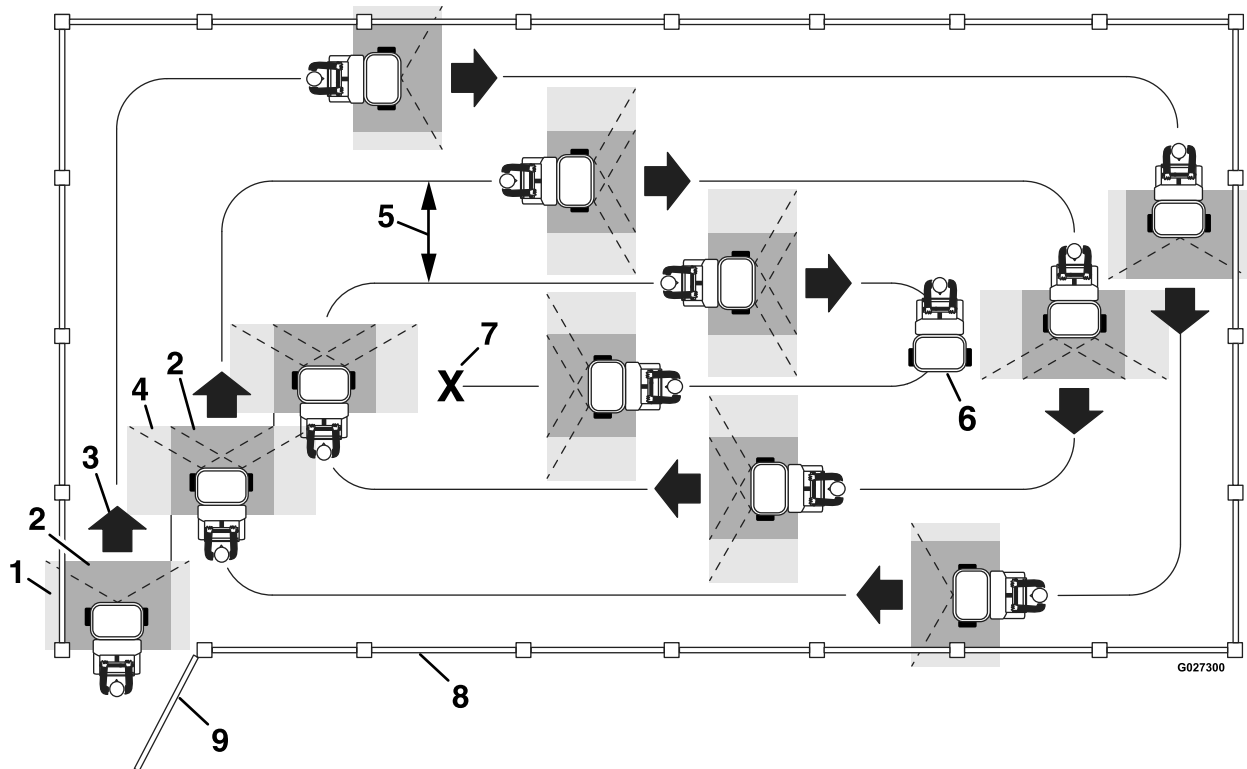

Figure 47
- N'empiétez pas sur la zone de pulvérisation effective que vous avez pulvérisée précédemment (voir Figure 47).